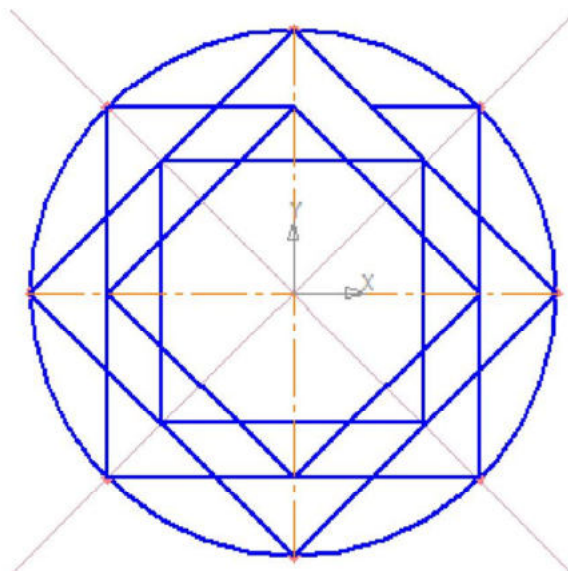

Рис. 9
9. щелчком ЛКМ ненужный участок удалится (рис. 9);